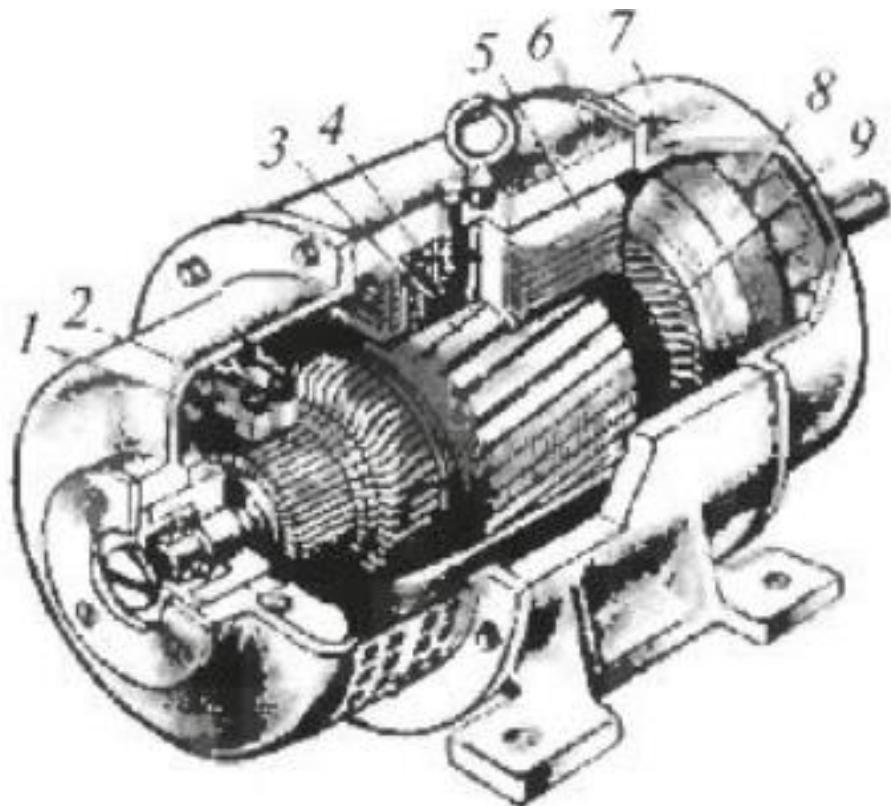

Рис. 1. Устройство электрической машины постоянного тока:
*Статор* представляет собой пустотелый стальной цилиндр — станину, на внутренней поверхности которого располагаются полюсы магнитной системы, создающие магнитный поток электрической машины (рис. 1).